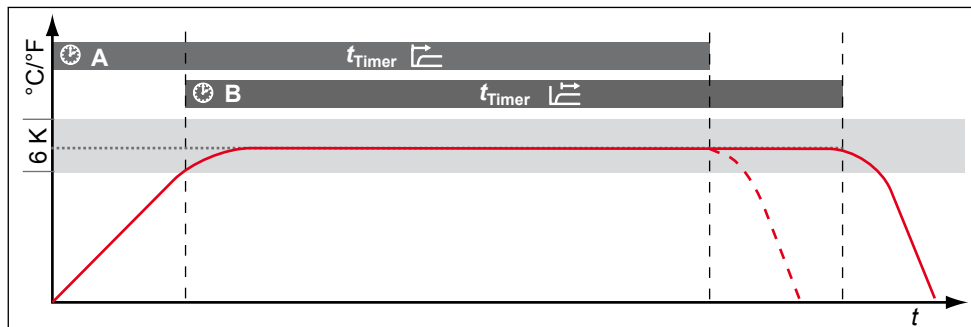

Fig. 26 Timer Mode
Her kan der foretages indstilling af, om det digitale nedtællingsur med måltidsangivelse (timer, se side 29) skal arbejde ud fra en nominal værdi – dvs. om timerkørselstiden først skal begynde, når et toleranceområde på ± 3 K i forhold til den nominelle temperatur er nået (Fig. 26, B) – eller allerede umiddelbart efter aktivering af timeren (A).